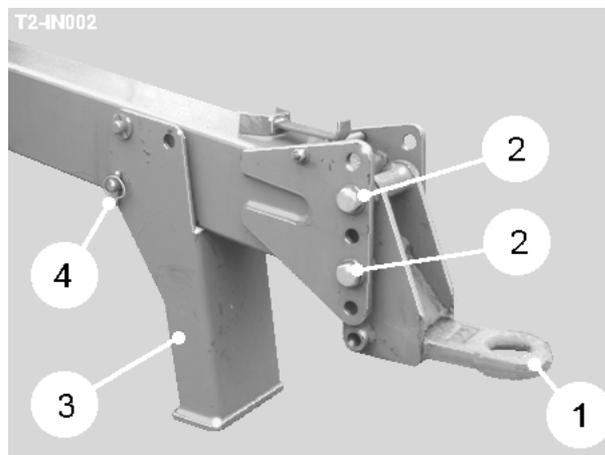

Fig 1
Crie al cosechador sobre la dificultad de furgoneta. Los cosechador chasis deben ser nominalmente horizontales. Si los chasis están en una nariz arriba de actitud o sumamente nariz down, el ojo de drawbar (item 1, fig 1) debe ser ajustado en consecuencia para compensar. Ajustar la posición de ojo, retire los pernos (item 2, fig 1) y cambie de lugar el ojo a la posición requerida. Reequipe el ojo que usa a minimum of 2 pernos. El ojo puede ser girado para conseguir un segundo rango de los ajustes. El puesto (item 3, fig 1) es proveído con el propósito de que la máquina es sujeta en una altura apropiada para el apareamiento de caja de caudales al tractor. Cuando la máquina ha sido fijada al tractor bien, el puesto puede ser doblado de regreso en la posición activa se quitando la patilla (item 4, fig 1), rotando el puesto y luego re-asegurar con la patilla.